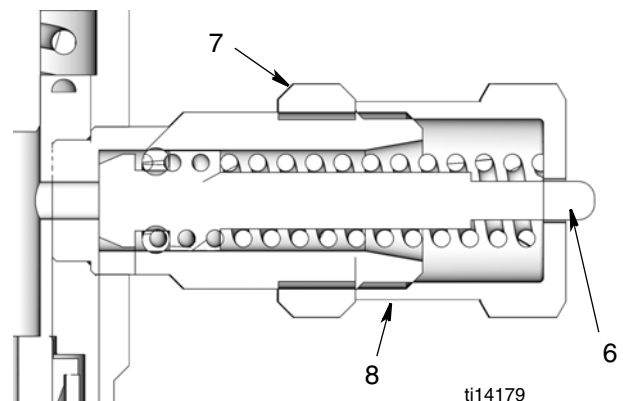

ABB. 1
Die Bauteile sind mit Zahlen bezeichnet (ABB. 1 und Seite 3).
Um eine Beschädigung der Komponente zu vermeiden, darf die Einstellmutter (8) nicht über die ganz zurückgezogene Position am Kolben (6) hinaus gedreht werden. Siehe ABB. 1.